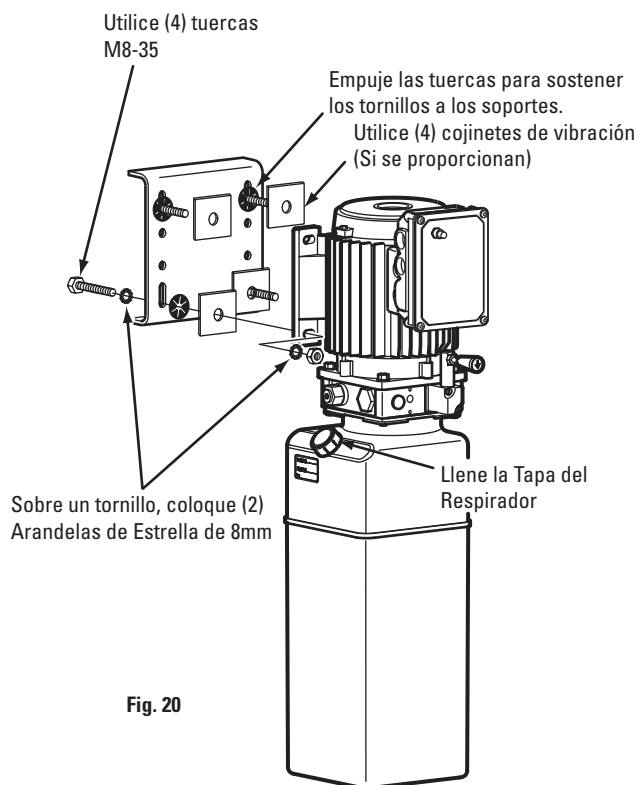

Fig. 20
- A. Coloque (4) pernos hexagonales M8-35 a través de los orificios del soporte de la columna utilizando las tuercas de empuje para que se mantengan en su lugar.
- B. Monte la unidad de energía, con el motor hacia arriba, al soporte de la columna e instale las arandelas de cierre y tuercas, Fig. 20. Pase la manguera hidráulica del carril a través de la ranura del lado del carril al puerto de salida de la unidad de energía, Fig. 22. NO utilice cinta de teflón en las conexiones de las mangueras hidráulicas.